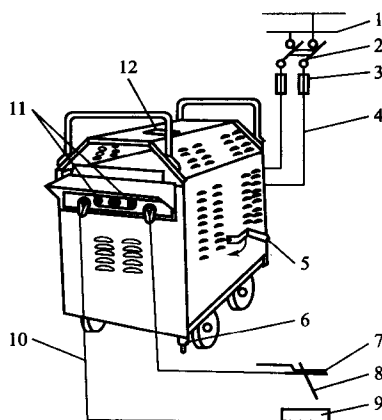

图 1-2 BX1-330 电弧焊机的外部接线示意
② 弧焊变压器的外部接线。BX1-330 型电弧焊机的外部接线如图 1-2 所示。